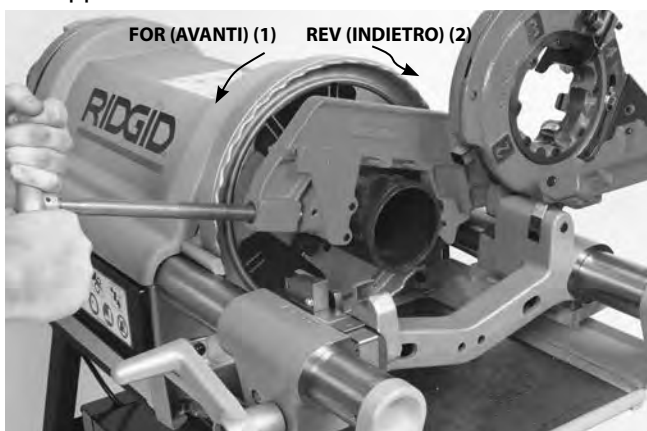

Figura 21 – Taglio del tubo con la Cesoia 764/Rotazione della macchina
4. Con entrambe le mani, afferrare l'impugnatura di avanzamento del tagliatubi (Figura 21).